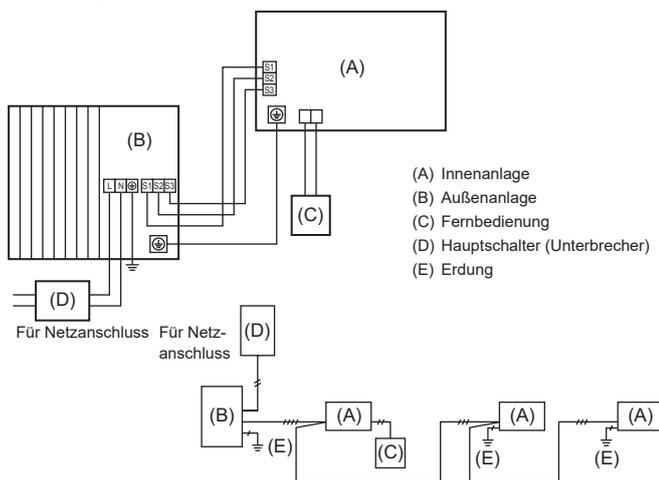
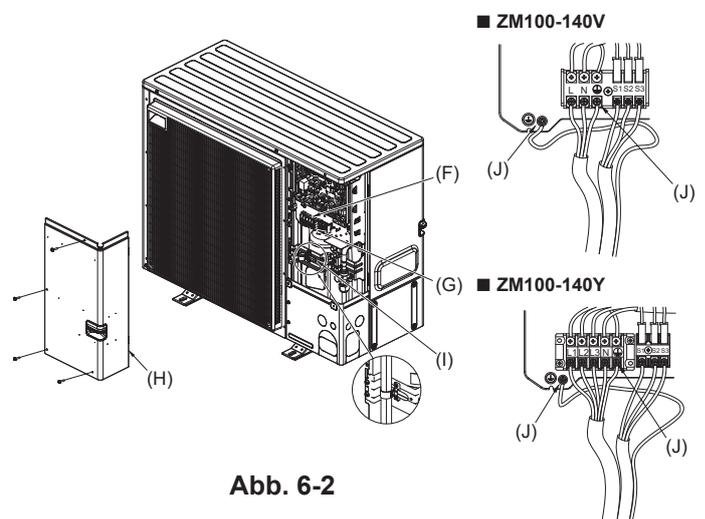

Abb. 6-1
Abb. 6-2
### 6.1. Außenanlage (Abb. 6-1, Abb. 6-2)
- Die Kabel gemäß der Abb. 6-1 und der Abb. 6-2 verdrahten.